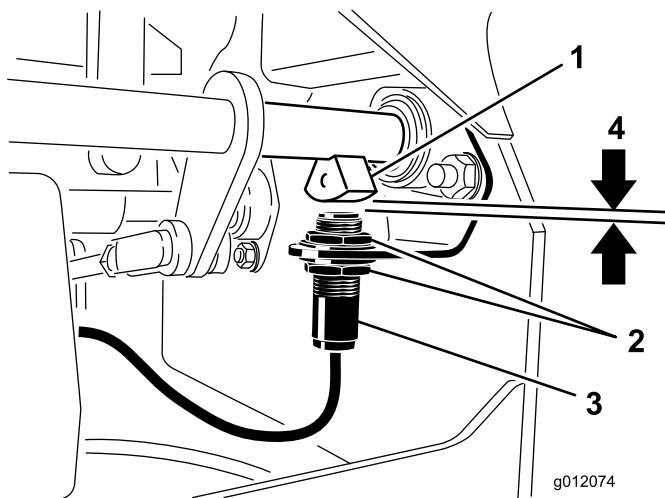

図 57
- ブラケットについているスイッチを上下に動かして、ブレーキシャフトのセンサーとスイッチのプランジャーとの距離を 3.9 mm に調整する(図 57)。